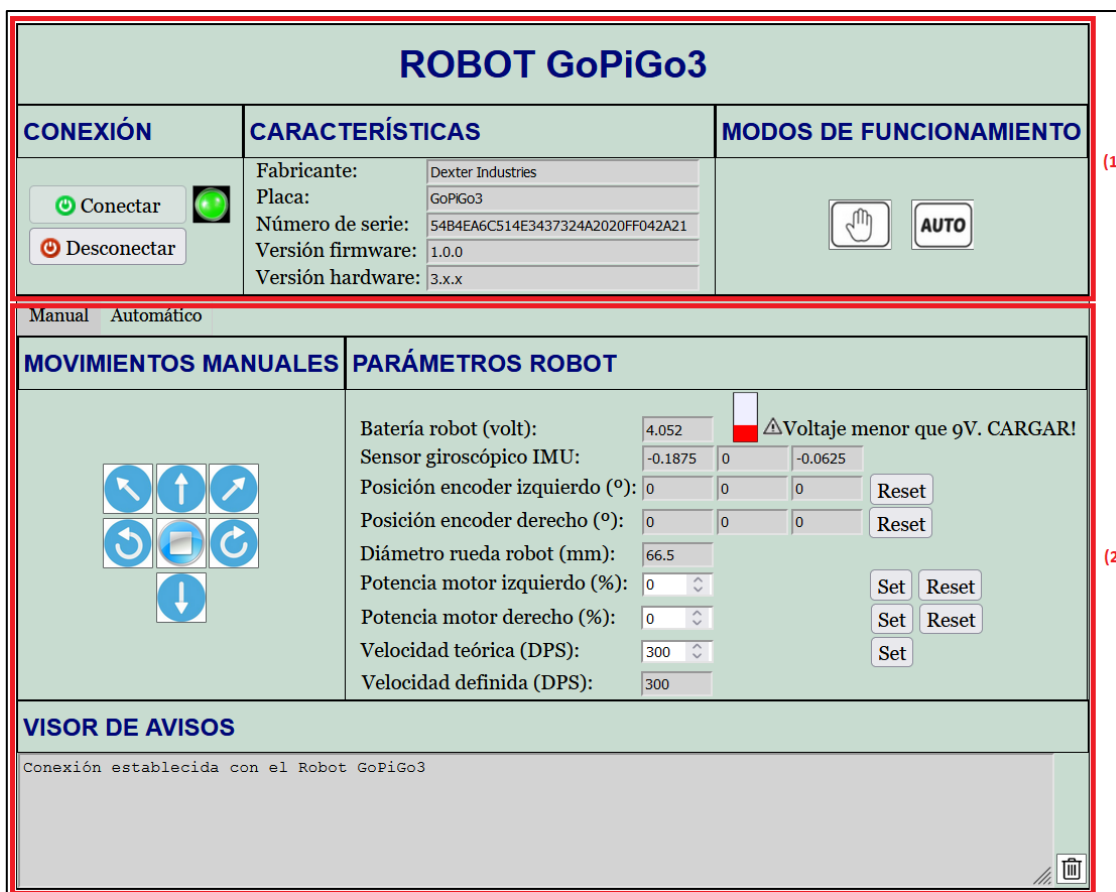

Figura 25: Aplicación informática EjsS desarrollada. (1) PanelGeneralRobotGoPiGo3 y (2) PanelControlRobotGoPiGo3
En la Figura 25 se observa que la interfaz de usuario se divide en dos paneles denominados (1) PanelGeneralRobotGoPiGo3 y (2) PanelControlRobotGoPiGo3.